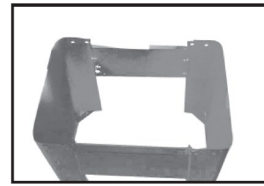

Abbildung 2
1. Verwenden Sie zur Befestigung des Ständers (1) Schlossschrauben M8 x 16, (2) Muttern M8 x 16, (3) Unterlegscheiben M6 x 13 und (4) Sechskantschrauben M6 x 16 (siehe Abbildung 2). Achten Sie darauf, dass der Ständer flach auf dem Boden steht. Alle Muttern festziehen. Heben Sie den Sägekörper mit Hilfe einer zweiten Person aus dem Karton und setzen Sie ihn auf den Ständer.